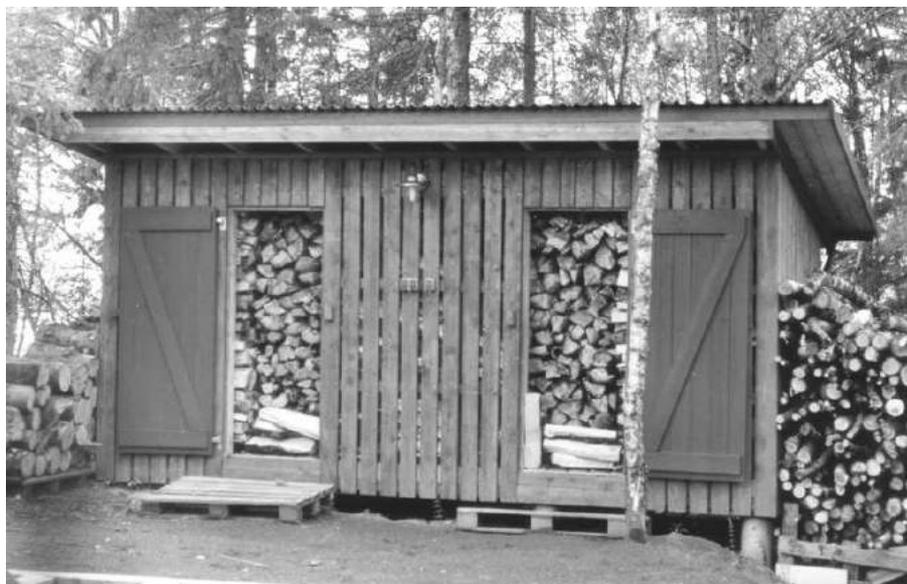

Abbildung 20: Das richtige Holzlager
**Die richtige Lagerung:** Holz mit der richtigen Feuchte ist also eine Grundvoraussetzung für schadstoffarme und wirtschaftliche Verbrennung. Sinnvoll ist es daher, zur Trocknung des Holzes die Energie der Sonne zu nutzen und das Holz im Freien über mehrere Jahre zu lagern. Es genügt schon ein einfacher Stapel, der mit einer Plane gegen Regen von oben geschützt ist. Das Bild 20 auf Seite 33 zeigt einen optimalen Lagerschuppen für Feuerholz. In dem Schuppen ist das Holz sehr gut vor Regen geschützt. Durch die vielen Luftspalte in den Wänden und im Boden kann aber ausreichend viel Luft zirkulieren, um eine schnelle und gründliche Trocknung des Brennholzes sicher zu stellen.